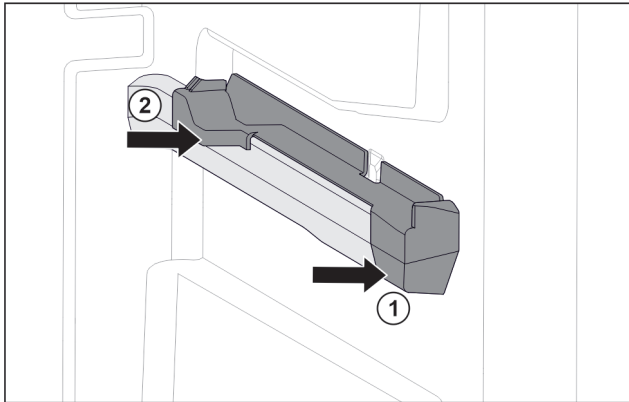

Fig. 84 Вставна частина на правому ребрі для резервуару
- ▶ Одягти вставну частину вперед на ребро резервуару. Fig. 84 (1)
- ▶ Притиснути вставну частину позаду. Fig. 84 (2)